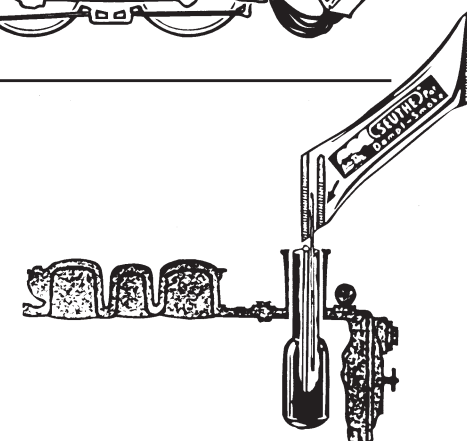

Fig. 10
Ausführung für Wechselstrom: siehe Fig. 10 + (I - XX).
Version en courant alternatif: voir fig. 10 + (I - XX).
A.C. operation: see fig. 10 + (I - XX).